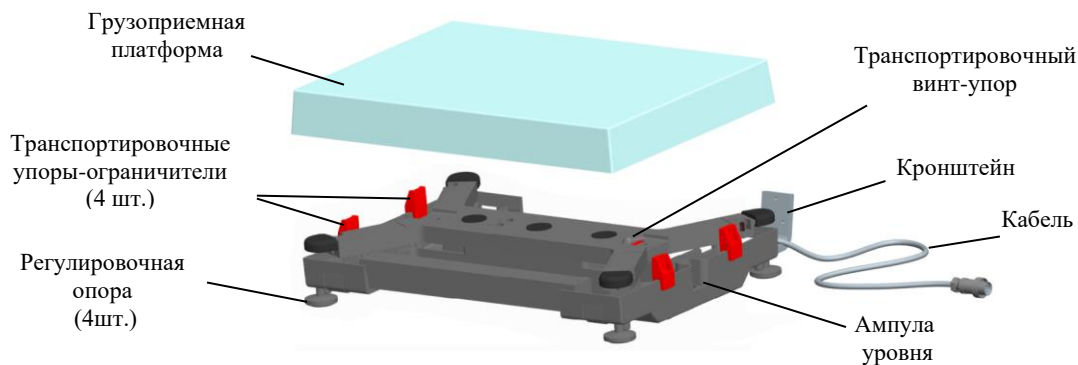

Рис. 3.1 - Грузоприемное устройство
3.1 Снять с грузоприемного устройства грузоприемную платформу и удалить транспортировочные упоры-ограничители (Рис. 3.1).